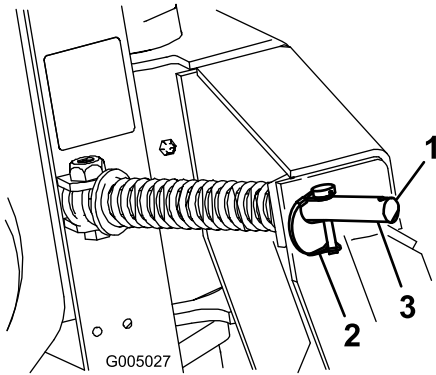

Bild 5
1. Stecken Sie die Klappstecker in die äußeren Löcher an den Federstangen, damit der Pflug sich seitlich bewegen kann (Bild 5).
1. Stecken Sie die Klappstecker in die Innenlöcher an den Federstangen, um eine seitliche Bewegung zu verhindern (Bild 5).